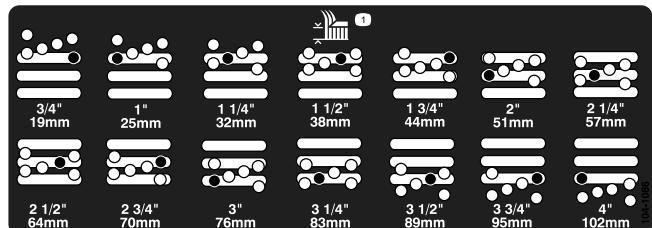

Figura 21
5. Mova a câmara para a altura de corte desejada e instale o espaçador no orifício e ranhura da altura de corte designada (Figura 21).